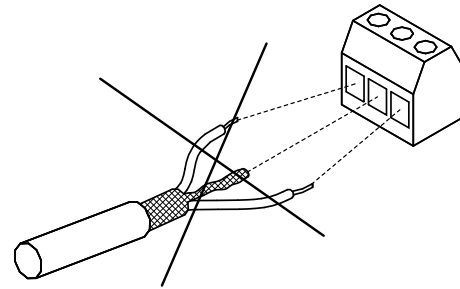

Abb. 46 Schirmenden nicht verdrehen
- Die Schirmenden nicht zusammendrehen. Siehe Abb. 46. Stattdessen sind Kabelschellen oder EMV-Kabelverschraubungen zu verwenden.